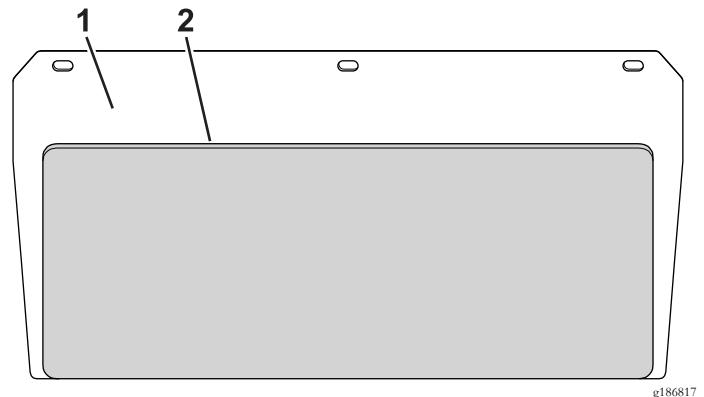

Bild 9
4. Entfernen Sie das Trägermaterial und bringen das Schutzblech der hinteren Abdeckung zentriert an der Motorseite der hinteren Abdeckung an (Bild 9).